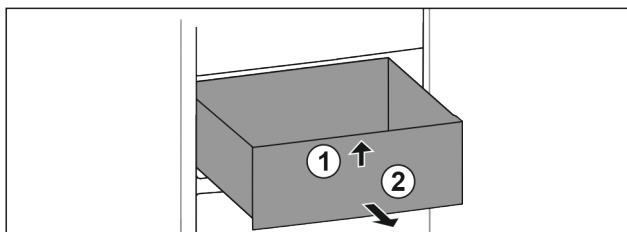

Fig. 113
- ▶ Nadzvedněte zásuvku vpředu. Fig. 113 (1)
- ▶ Vyměňte zásuvku dopředu. Fig. 113 (2)